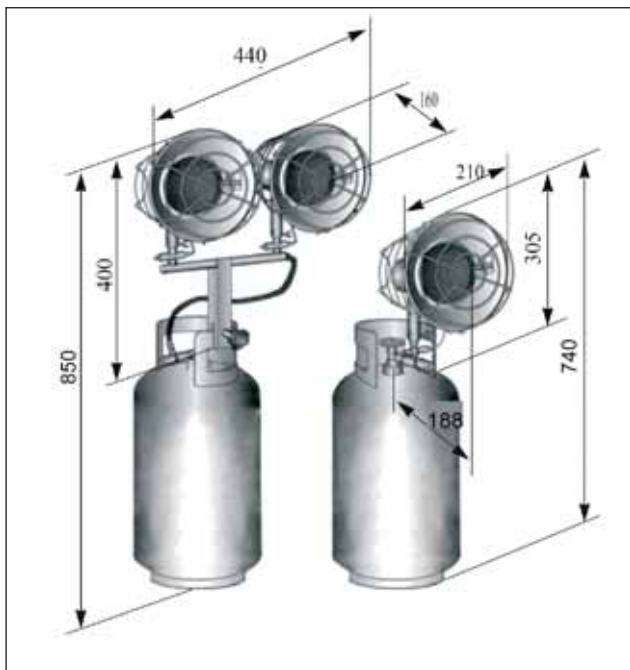

Рис. 2. Внешние размеры нагревателей в собранном виде.
4.1. Установите нагреватель на стандартный бытовой газовый баллон с надписью «ПРОПАН» со стандартным вентилям ВБ-2М (5,12,27,50 л) согласно рис.2 и закрепите с помощью монтажного болта. Нагреватель должен быть установлен вертикально, регулятор подачи газа должен находиться сбоку либо сзади от направления излучения тепла камерой сгорания. Монтажный болт должен находиться снаружи.